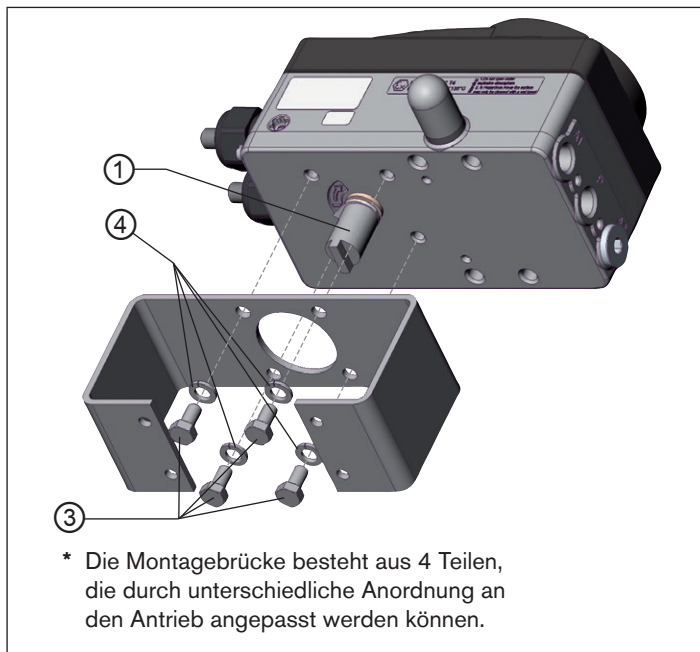

Bild 7: Montagebrücke befestigen (schematische Darstellung)
- Die Montagebrücke mit 4 Zylinderschrauben ③ und Feder-
ringen ④ am Positioner befestigen (siehe „Bild 7“).